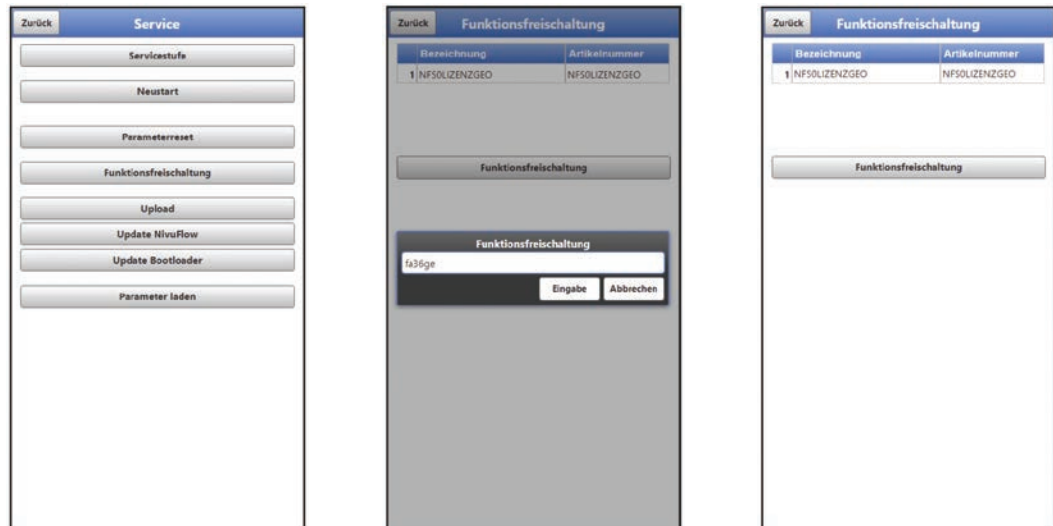

Abb. 33-10 Freischaltung der Lizenz im Anzeigetool des NFS
4. Das Anzeige- und Bedienmodul (Smartphone, Tablet, Notebook, PC etc.) für das jeweilige NFS öffnen und das Menü >System< / >Service< / >Funktionsfreischaltung< (Abb. 33-10) öffnen (siehe auch Betriebsanleitung des genutzten Anzeige- und Bedienmoduls).